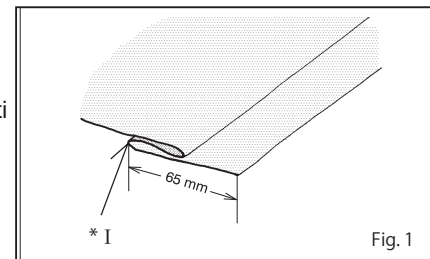

Fig. 1
1. Ripiegare l'orlo fino alla profondità desiderata e premere. Ripiegare l'orlo indietro contro il lato "destra" dell'indumento, in modo da creare una piega "morbida" sul rovescio del tessuto - vedere Fig. 1.